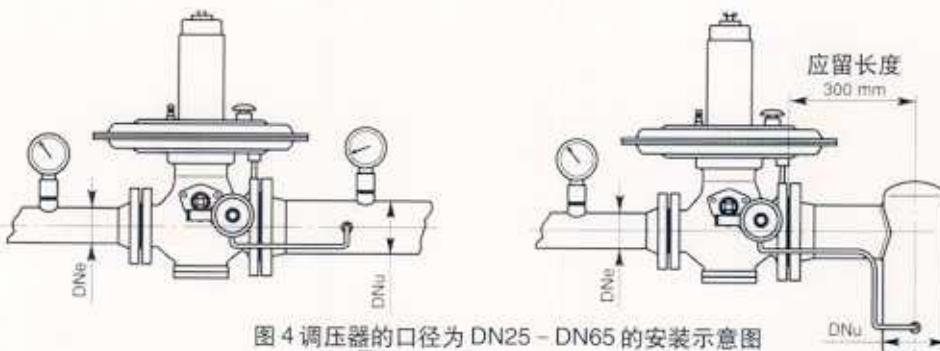

图 4 调压器的口径为 DN25 – DN65 的安装示意图
- 对于内置切断阀的调压器，指挥器的感压管必须安装在下游（见图 4、5）